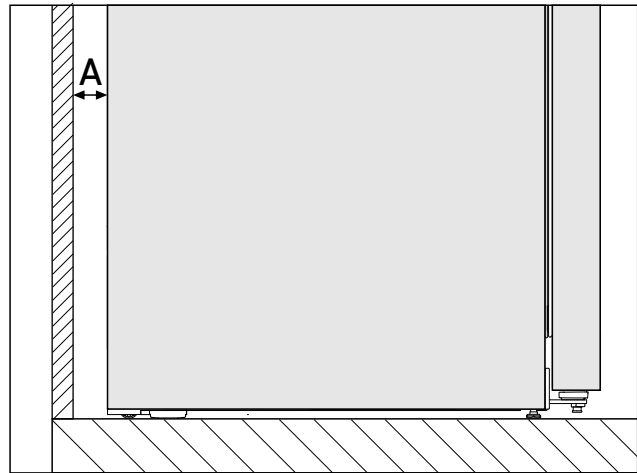

Fig. 3 *
Il consumo energetico è stato determinato con una distanza dalla parete Fig. 3 (A) tra il retro dell'apparecchio e la parete. Se la distanza dalla parete è inferiore a Fig. 3 (A), ciò non influisce sul funzionamento dell'apparecchio. Con una distanza dalla parete inferiore, il consumo energetico può aumentare leggermente e può formarsi condensa sul retro dell'apparecchio.*